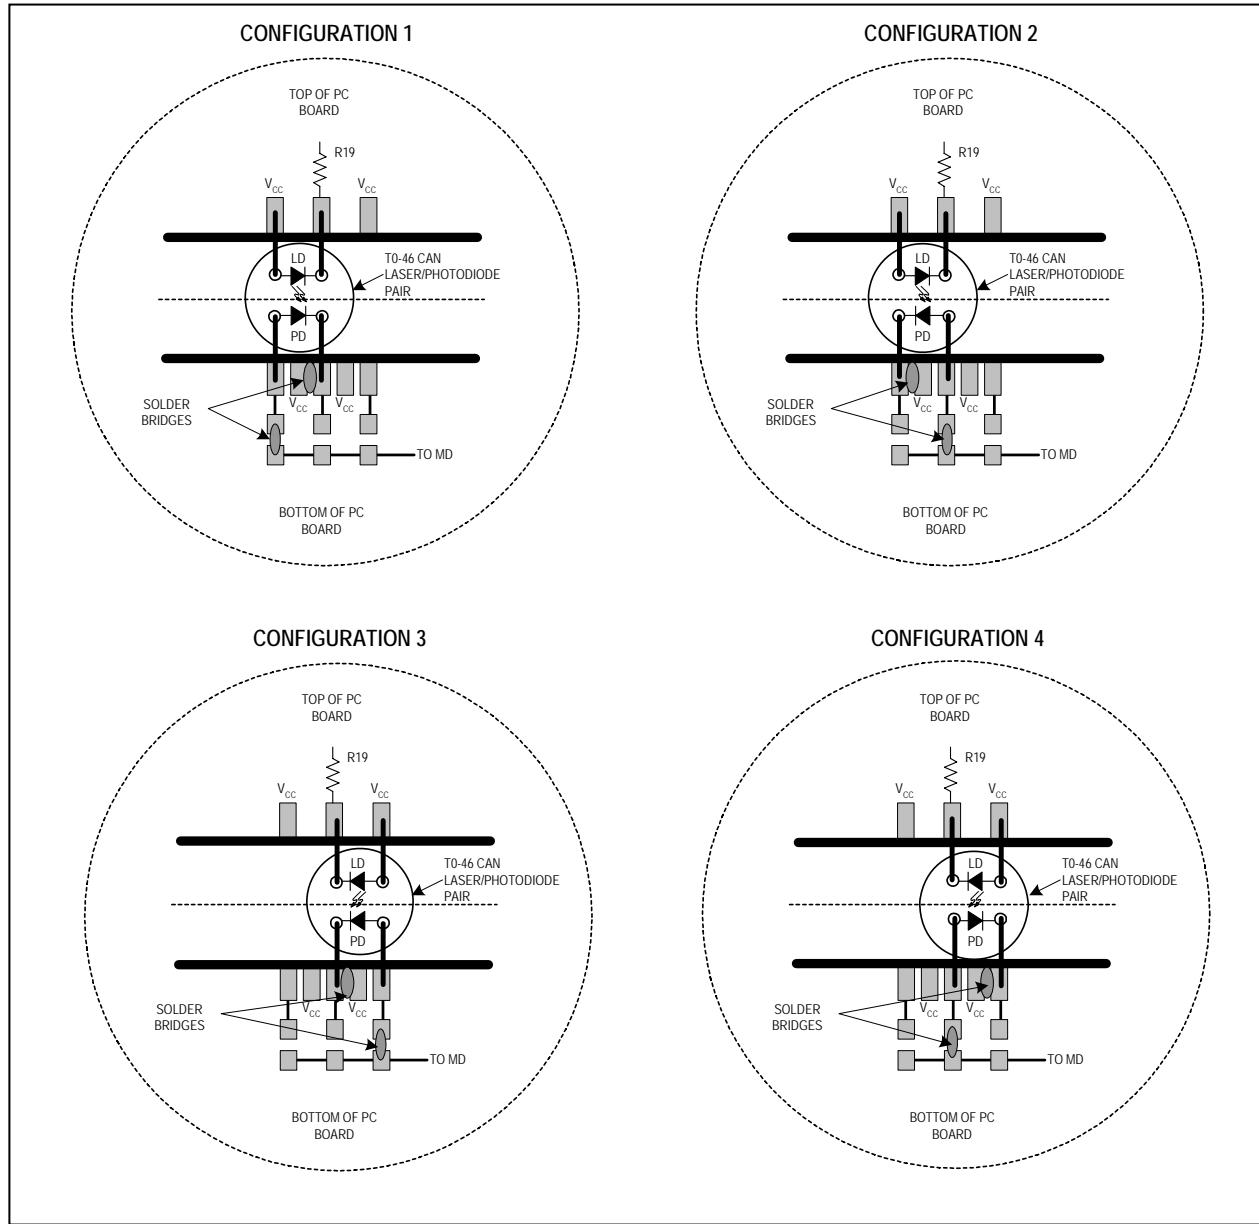

图 1. 配合 MAX3738 评估板使用的激光二极管/监测二极管
- 4) 评估板设计允许连接各种配置的激光器/监测二极管。采用如下方式可以连接带有监测二极管的 TO 探头激光二极管(图 1)：
- 在激光二极管焊盘下方将光监测二极管连接至PCB底层(焊接层)5个焊盘中的2个焊盘上。请按照图1所示的方式连接阳极和阴极。